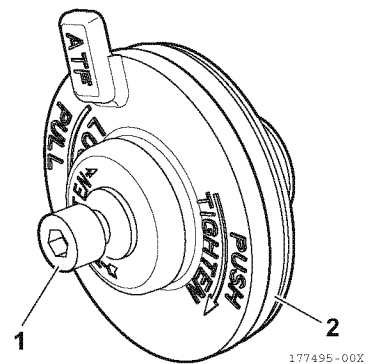

Figura 15
6. Si es necesario, afloje el tornillo de cabeza tórica (1, **Figura 15**) unas vueltas para facilitar la extracción de la junta tórica (2, **Figura 15**).